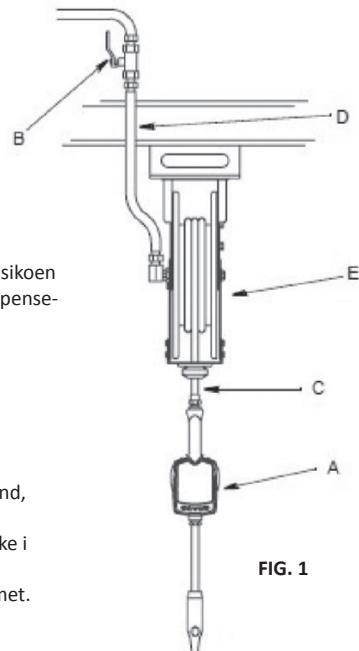

FIG. 1
FIG. 1 viser en typisk installation med slangerulle.
1. Luk for væskens lukkeventil (B, FIG. 1) på hver dispenseringposition.
5. Luk langsomt for lukkeventilen (B, FIG. 1) ved dispenseringpositionen. Gennemskyl med en tilstrækkelig mængde olie for at sikre, at hele systemet er ren gjort. Luk for ventilen.
- Åben alle dispenseringspositioners lukkeventiler (B, FIG. 1) og start pumpen op for at trykregulere systemet. Se Drift for den korrekte brug af oliepistolen. For at sikre dispenseringens præcision, tøm da al luft fra væskeledningerne og dispenseren, inden anvendelse.